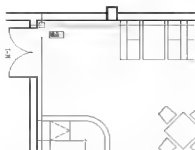
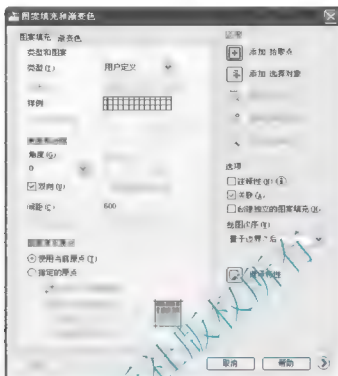

图 4.70 选择图案填充的新原点
图 4.74 选择填充类型为【用户定义】
⑤ 然后单击【单击以设置新原点】按钮，在指定原点：提示下，选择如图 4.70 所示部位为图案填充的新原点。
- 单击【图案填充和渐变色】对话框右下角的④图标可展开高级选项。
(4) 选择菜单栏中的【工具】|【查询】|【距离】命令，启动【查询距离】命令。测量用“预定义”图案填充的地砖尺寸，距离为 635.0000，但地砖的实际尺寸应为 600，这样用“预定义”内的 NET 图案填充地砖的尺寸不够精准。
(5) 用【用户定义】图案填充。
- ① 打开【图案填充和渐变色】对话框，在【类型】下拉列表中选择【用户定义】选项。
- ② 观察【样例】选项右侧的图案，可以发现图案为水平的线条状。勾选【双向】复选框，可以发现【样例】选项右侧的图案变为网格状，如图 4.74 所示。
- ③ 设定【角度】为“0”，【间距】为“600”。
- ④ 单击【单击选择新原点】按钮，仍选择如图 4.70 所示部位为图案填充的新原点。
- ⑤ 单击【拾取点】按钮，这时对话框消失，在拾取内部点或[选择对象(S)/删除边界(B)]：提示下，在餐厅内部要填充的区域单击，选择填充区域。
(6) 关闭【家具】图层，填充吧台区域地砖。
① 【图案填充和渐变色】对话框中的参数设置如图 4.74 所示。